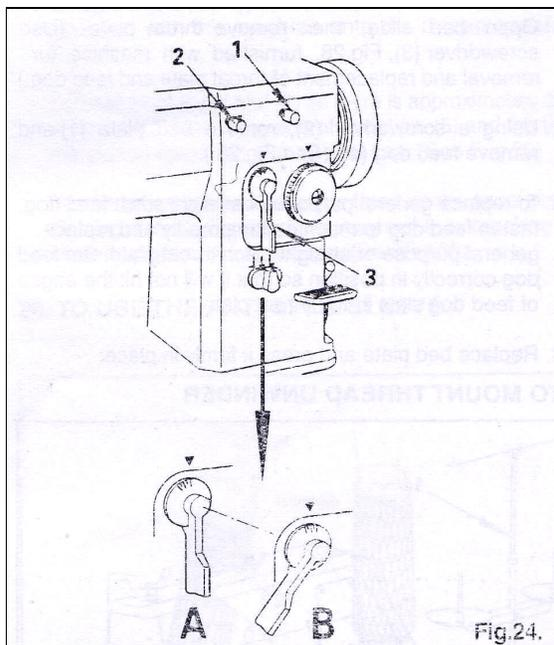

Fig.24.
Pour obtenir le minimum et maximum de jetée zigzag, en premier dévisser les vis moleté (2), figure 24, pour que le levier de réglage (3) retourne à son point 0. (voir A figure 24) et revisser les vis moletés (2).
Ensuite, dévisser la vis (1) figure 24, tourner le levier (3) dans le sens des aiguilles d'une montre, aussi loin que possible, et tout en maintenant la position (voir B, figure 24) revisser l'écrou (1). Vous pouvez maintenant ajuster la jetée entre 0 et maximum.